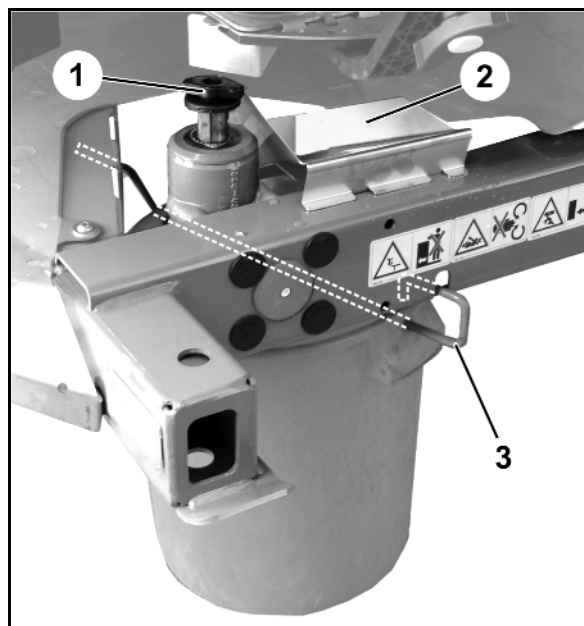

図 39
- 2.1 散布ディスク固定用の蝶ねじ (図 39/1) を回して外し、ギアシャフトから散布ディスクを引き抜きます。
3. 肥料用傾斜台 (図 39/2) をフレームに掛けます。
4. 収容容器はハンガー (図 39/3) によって、図にあるとおりにフレームに掛けます。